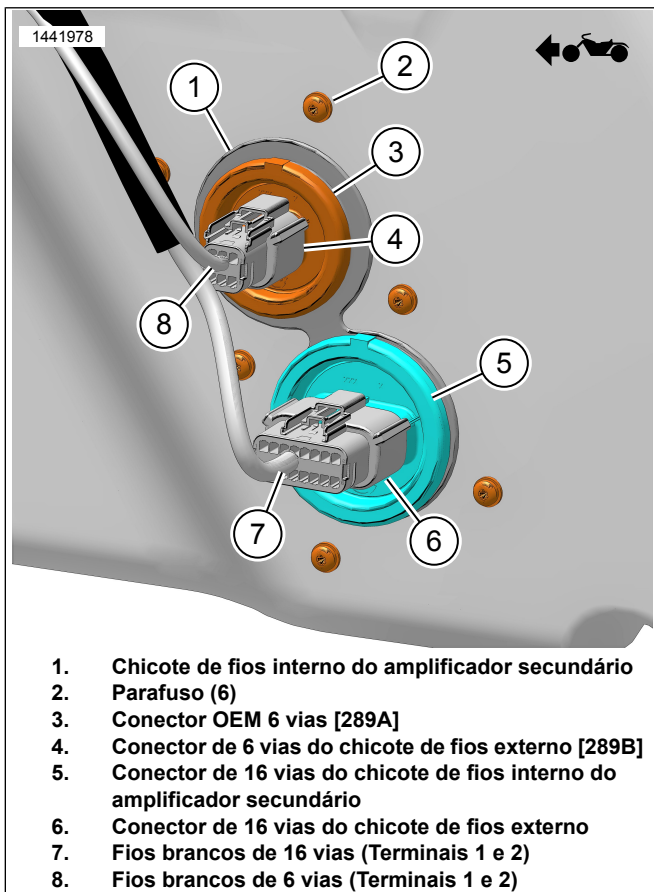

Figura 8. Fios brancos do chicote de fios externo (fora do alforje)
1. Veja a figura 8. Use uma ferramenta especial para remover os terminais dos conectores.
- a. Instale o fio branco/rosa (8) do conector de 6 pinos OEM [289B] (4) no terminal 1 do conector de 16 pinos do chicote de fios do amplificador secundário [289B_1] (7).
- b. Instale o fio branco/marrom (8) do conector de 6 pinos OEM [289B] (4) no terminal 2 do conector de 16 pinos do chicote de fios do amplificador secundário [289B_1] (7).
3. Veja a figura 8. Use uma fita isolante para cobrir as extremidades dos fios brancos (7) presentes no conector de 16 pinos (6) ou remova os fios totalmente do chicote de fios do amplificador secundário, incluindo o conector não utilizado [350B].
4. Prenda os fios brancos não utilizados (7) conforme necessário.
Se os alto-falantes do alforje não estiverem presentes, o conector de 6 pinos do chicote de fios externo (4) não estará presente. Veja a figura 8.